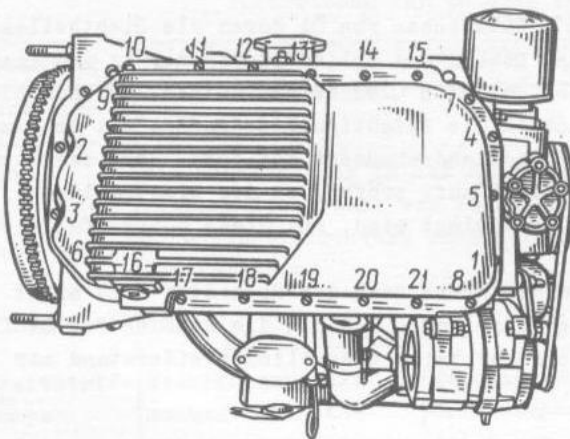

Bild 2-41. Reihenfolge beim Festziehen der Schrauben und Muttern zur Befestigung der Ölwanne des Motors 331.10
- Ölwanne mit Dichtbeilage am Platz einsetzen. Falls der Zustand der Dichtbeilage der Ölwanne unbefriedigend (sehr angedrückt oder schadhaft) ist, so ist die Dichtbeilage durch eine neue zu ersetzen. Das Festziehen der Schrauben und Muttern zur Befestigung der Ölwanne in der in Bild 2-41 gezeigten Reihenfolge ausführen;